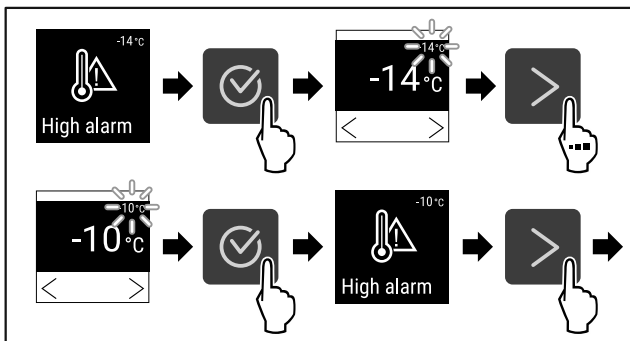

Fig. 99
- ▶ Выполните шаги действия (см. Fig. 99) .